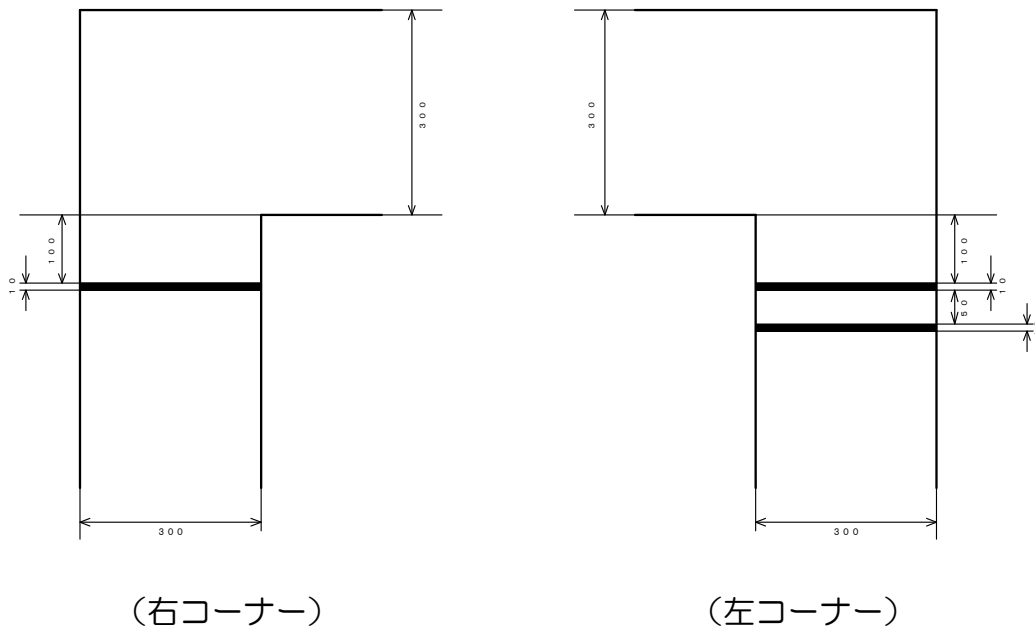

図3 コーナー識別マーキング
- (2) コースの幅は30cmで直線と直角コーナーで構成されます。
- (3) 各直角コーナーの10cm手前のコース床面には、右コーナー、左コーナーを識別するマーキングが施されます。(図3)